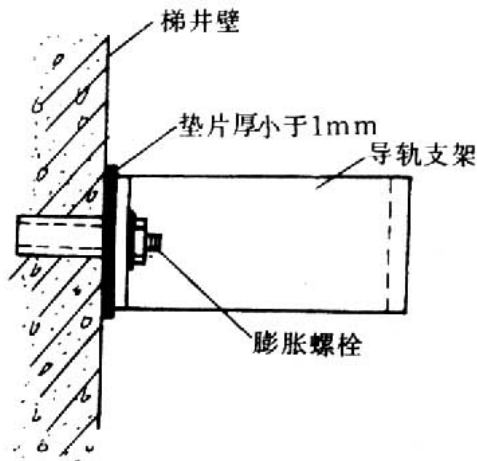

图5-16
3.3.2.2 若墙面垂直误差较大，可局部剔修，使之和导轨支架接触面间隙不不小于1mm，然后用薄片垫实（图5-16）。